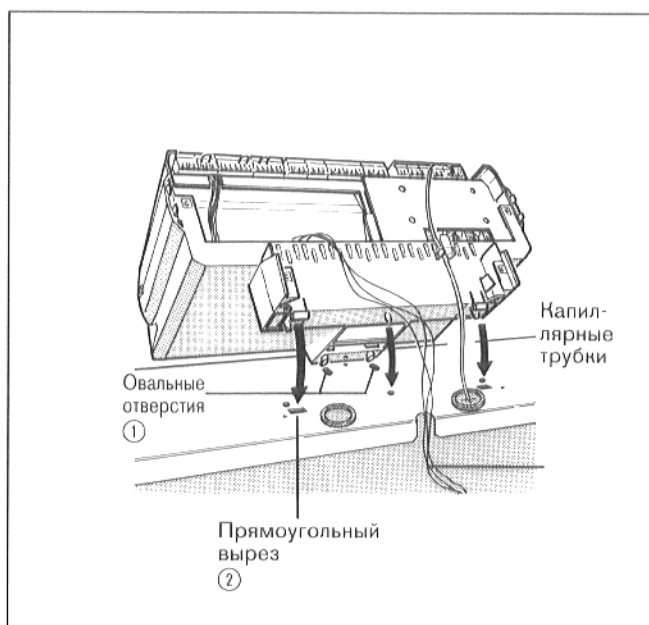

Рис. 23
- Насадить регулятор на передний кожух так, чтобы вставные крючки на нижней стороне регулятора вошли спереди в овальные отверстия ① (рис 23).
- Вложить капиллярные трубки в вырез переднего кожуха (рис. 23).
- Продеть провод горелки и, при "Ecomatic-регулировании", провод датчика через резиновый ввод (рис. 23).
- Толкать регулятор в направлении вперед, при этом, давить регулятор до тех пор вниз, пока эластичные крючки не войдут в задние прямоугольные вырезы ② (рис. 23).